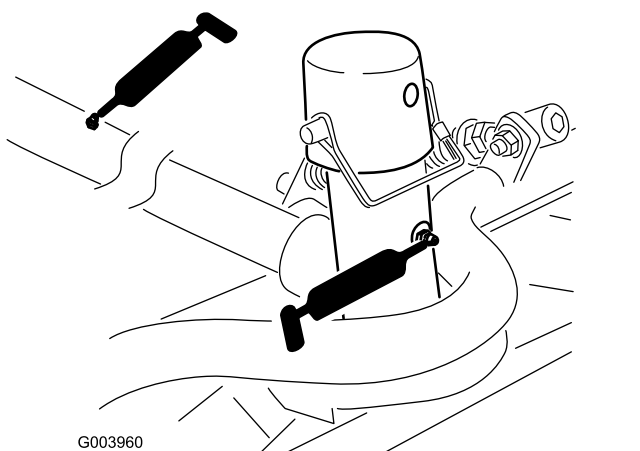

Figura 64
- Articulação e estrutura de transporte da unidade de corte (Figura 64)